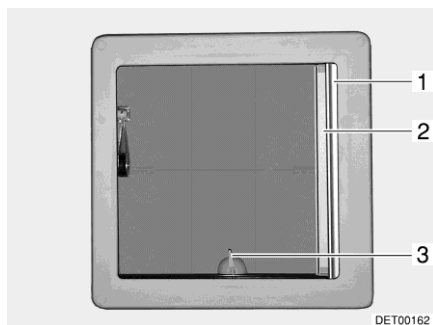
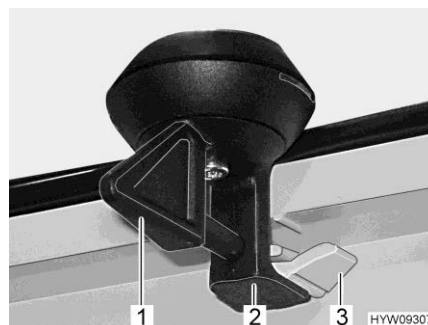

Fig. 70 Lanterneau basculant
Fig. 71 Verrouillage (lanterneau basculant)
- Tourner le levier (Fig. 70,3 ou Fig. 71,1) d'un quart de tour.
- Tourner le levier d'un quart de tour. Le dispositif de verrouillage (Fig. 71,2) doit pénétrer dans le cran d'arrêt inférieur (Fig. 71,3).
- Retirer le dispositif occultant plissé (Fig. 70,1) et le relâcher lorsqu'il a atteint la position voulue. Le dispositif occultant plissé reste alors à cette position.
- Tirer la moustiquaire (Fig. 70,2) jusqu'à ce que le dispositif de verrouillage s'enclenche dans la partie opposée.